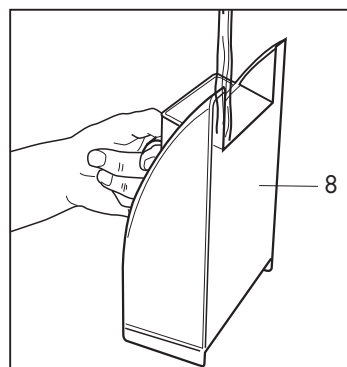

Fig. 2
• Remplir le réservoir avec un maximum d'1 l d'eau fraîche (**Fig. 2**).